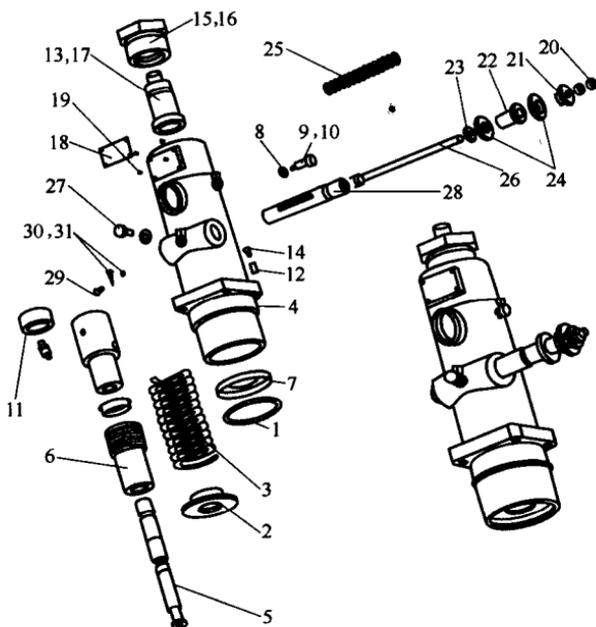

图2 喷油泵组成
1.1 喷油泵在柴油机中,起着提高燃油压力和定时、定量地经喷油器向气缸喷射燃油的作用。它由柱塞偶件、出油阀偶件、弹簧、齿圈、齿杆、泵体等组成,见图 2。